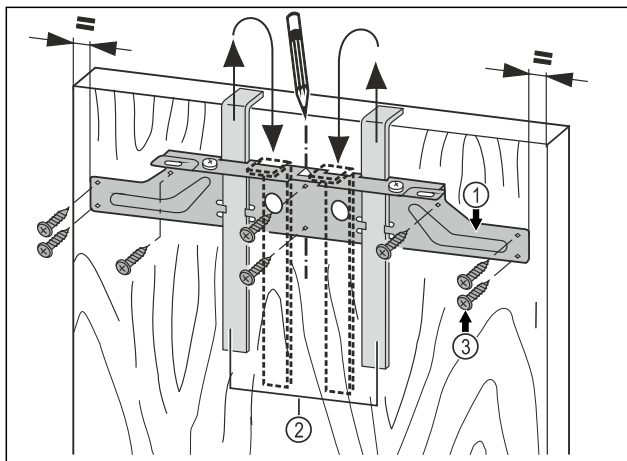

Fig. 45
- ▶ Траверсу кріплення Fig. 45 (1) разом із засобами для монтажу Fig. 45 (2) приладняйте на внутрішню сторону меблевих дверцят.
- ▶ Траверсу кріплення Fig. 45 (1) вирівняйте на дверцятах посередині.
- ▶ Затягніть траверсу кріплення Fig. 45 (1) щонайменше 6 гвинтами Fig. 45 (3).
- ▶ Затягніть траверсу кріплення Fig. 45 (1) 4 гвинтами Fig. 45 (3) по краю.
- ▶ Підніміть засоби для монтажу Fig. 45 (2) вгору та вкрутіть у розташовані поруч кріпильні отвори.